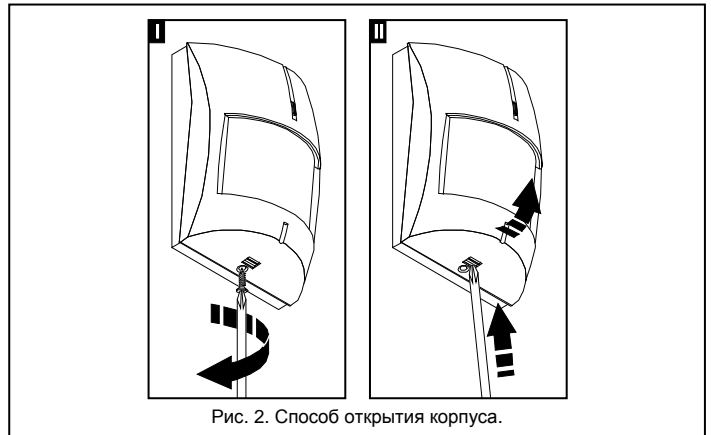

Рис. 2. Способ открытия корпуса.
1. Откройте корпус (рисунок 2).